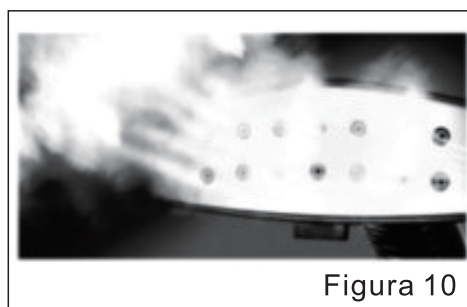

Figura 10
- ⑨ Gire el interruptor, la lámpara de interruptor encendida manifiesta el funcionamiento normal de la máquina, después de 43 segundos, cuando la boquillas de la manguera de vapor expulsa el vapor, puede planchar la ropa, véase en la figura 10.